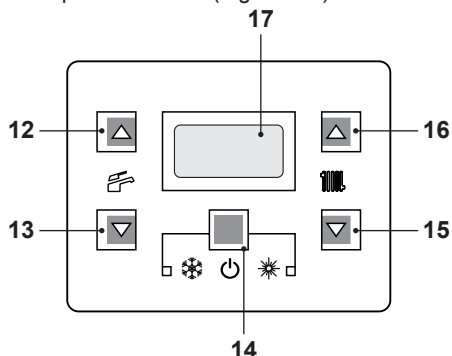
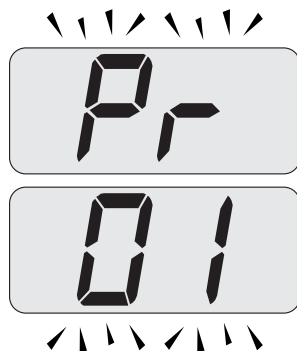
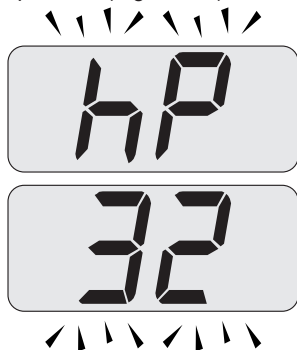

Figura 7.2
Figura 7.3
Figura 7.5
- Entrare in "modalità programmazione" premendo contemporaneamente per 10 secondi i tasti 14 - 15 - 16 (Figura 7.2) fino a far apparire sul display LCD le lettere **Pr** che si alternano con il codice **01**, indicanti l'entrata nel "parametro 01" (Figura 7.3).
- Premere contemporaneamente i tasti 15 e 16 (Figura 7.2) fino a far apparire sul display LCD le lettere **LP** che si alternano con il valore di temperatura dell'acqua di riscaldamento (es. **45**), indicanti l'entrata nell'attivazione della "funzione spazzacamino" alla potenza minima (Figura 7.4).
- Premere il tasto 16 (Figura 7.2) per entrare in modalità "spazzacamino alla potenza minima in riscaldamento". Sul display appare **hP** alternato alla temperatura dello scambiatore primario (Figura 7.5).
• Premere il tasto 15 (Figura 7.2) fino a far apparire sul display LCD le lettere **LP** che si alternano con il valore di temperatura dell'acqua di riscaldamento (es. **60**), indicanti l'entrata nell'attivazione della "funzione spazzacamino" alla potenza minima in sanitario (Figura 7.8).
- Spegnere la caldaia tenendo premuto per 2 secondi il tasto 14 (Figura 7.2) fino a far apparire sul display LCD il simbolo  (Figura 7.9).